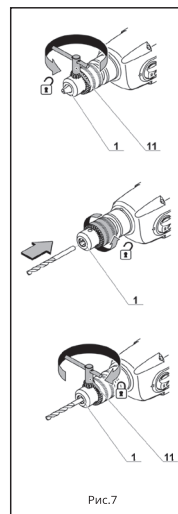

Рис.7
### Зубчатовенцовый сверлильный патрон (см. рис. 7)
1. Ослабьте зажим кулачков при помощи зажимного ключа (11), после чего вращайте рукой гильзу сверлильного патрона (1) в направлении, противоположном вращению часовой стрелки (см. рис. 7), до тех пор, пока кулачки не разойдутся на расстояние позволяющее установить / заменить принадлежность.
3. Вращайте рукой гильзу сверлильного патрона (1) в направлении вращения часовой стрелки, чтобы зафиксировать установленную принадлежность. Не допускайте перегиба принадлежности.
4. Затяните кулачки сверлильного патрона (1) с помощью зажимного ключа (11), прикладывая к нему одинаковый крутящий момент в каждом из трех отверстий на боковой поверхности патрона.